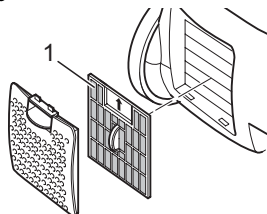

Abb. 20
3. Entnehmen Sie den Ausblasfilter (Abb. 20/1) und ersetzen Sie ihn durch einen neuen (Bestellnummer > Kapitel 8, „Ersatzteile“).